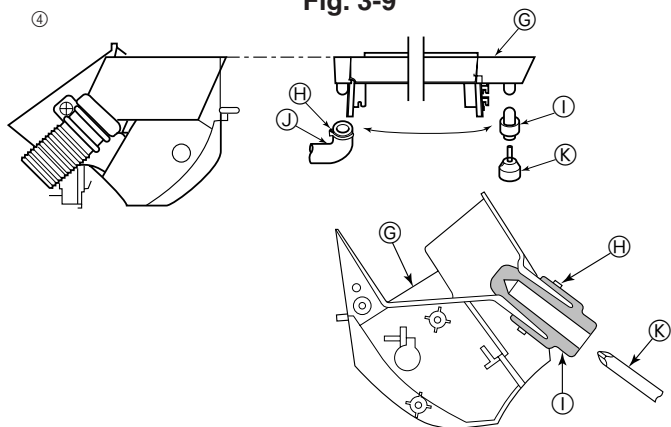

Fig. 3-10
- ④ Le tuyau d'écoulement peut être raccordé à deux endroits différents. Utiliser la position la plus adéquate et, si nécessaire, échanger les emplacements du plateau d'écoulement, de l'embout en caoutchouc et du tuyau d'écoulement. (Fig. 3-10)